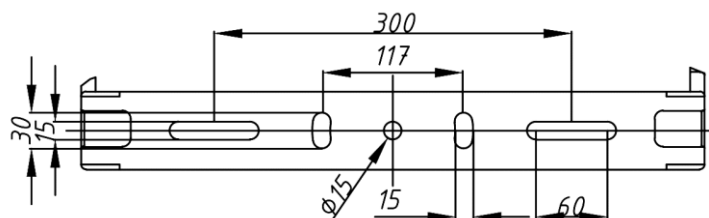

Рис. 1.
6.6.2 Просверлить отверстия под монтаж светильника с учетом карты отверстий крепления светильника (Рис.1)